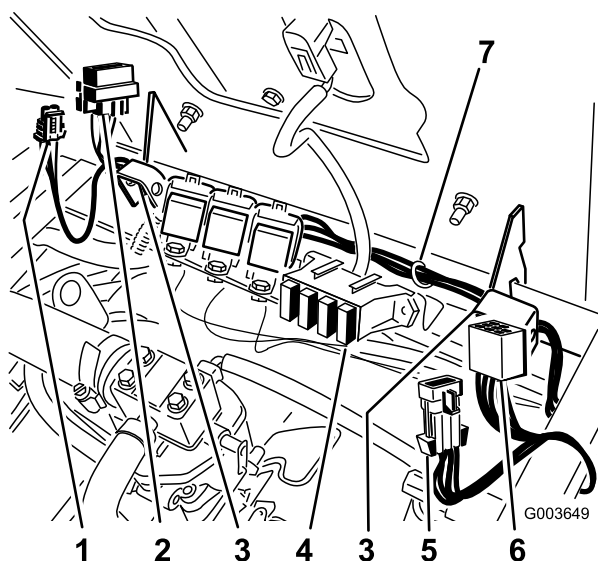

Figura 32
3. Direcționați cablajul de-a lungul balamalei scaunului de la comutator i la releul instalat anterior la supapă (Figura 32).
Instalezi siguranța în slotul din dreapta din blocul de siguranțe (Figura 32).